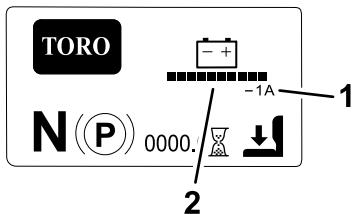

Figura 19
- **Pantalla principal de información** (Figura 19): muestra información sobre el estado actual de la máquina cuando la llave está en la posición